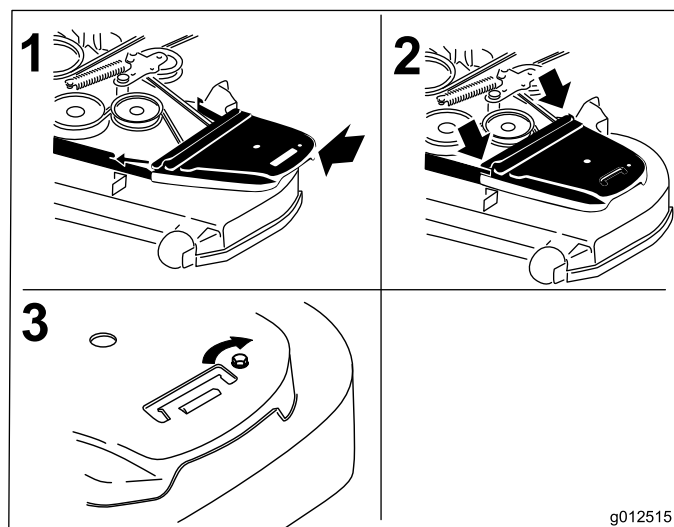

Bild 75
12. Bringen Sie die Riemenabdeckungen und die Schrauben an (Bild 75).